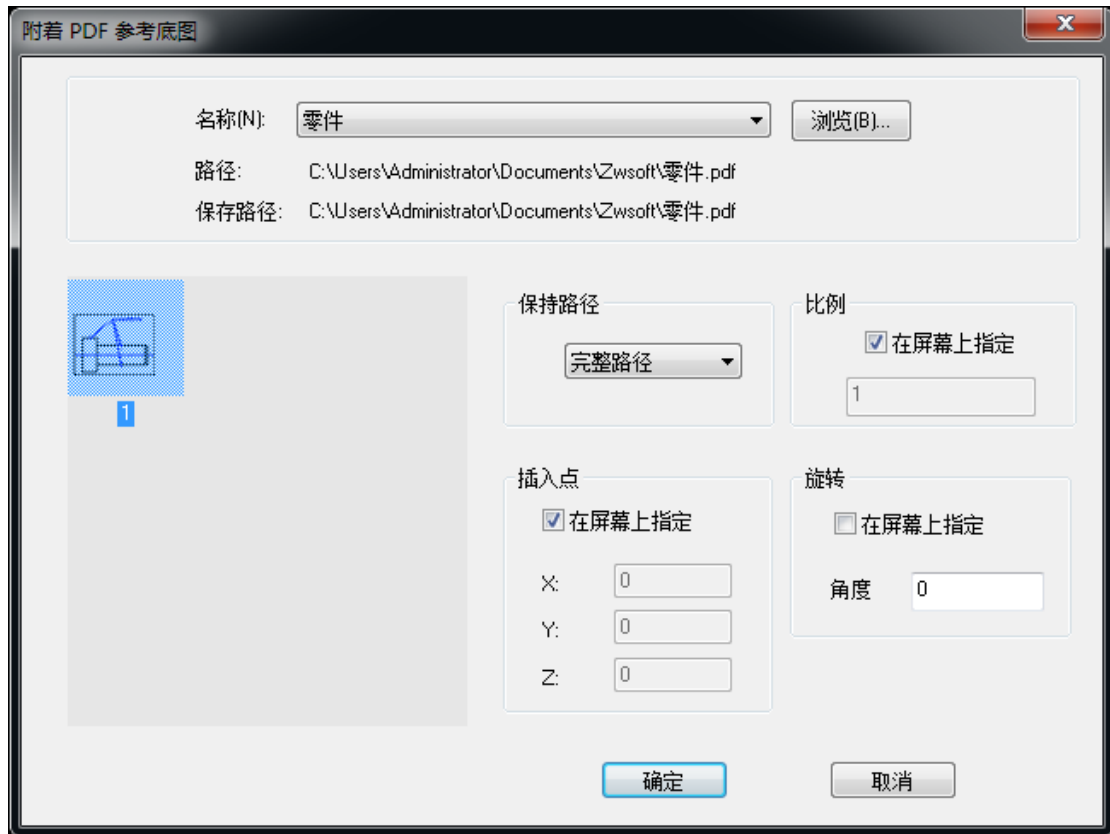

图 9-34 附着 PDF 参考底图对话框
2) 弹出“附着 PDF 参考底图”对话框, 如图 9-34 所示, 点击【确定】, 即可在绘图空间插出入 PDF 底图。